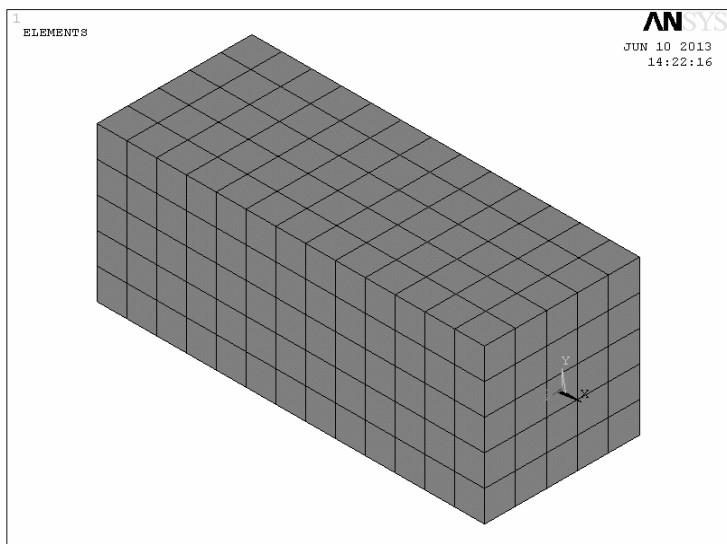

图 1-32 A 杆已划分单元
(10) 将鼠标指在 A 杆的中部，单击鼠标左键。A 杆的颜色改变。然后单击“Mesh Volumes”窗口中的“OK”按钮。A 杆已划分好单元（见图 1-32）。